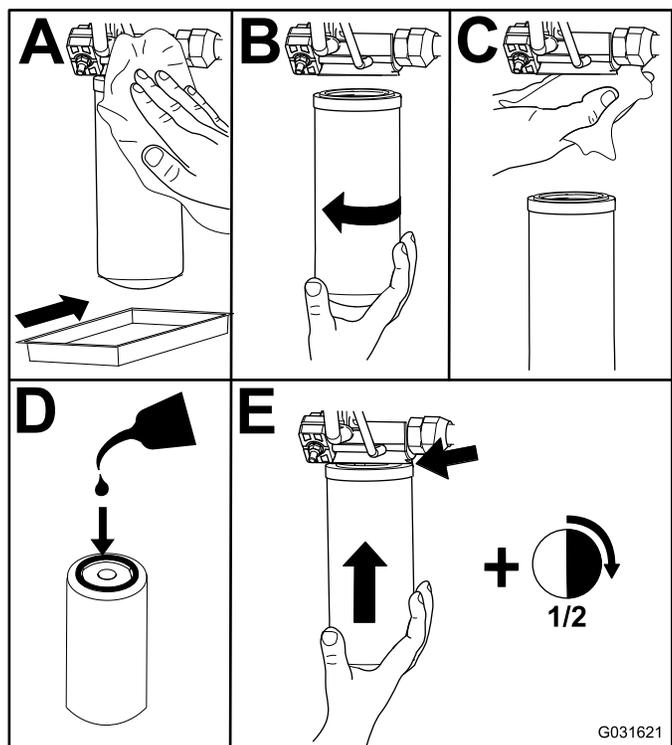

Figura 77
2. Substitua o filtro hidráulico de carga no compartimento de elevação hidráulica, como se mostra na Figura 77.
4. Substitua o filtro de retorno no lado direito da máquina (Figura 77).